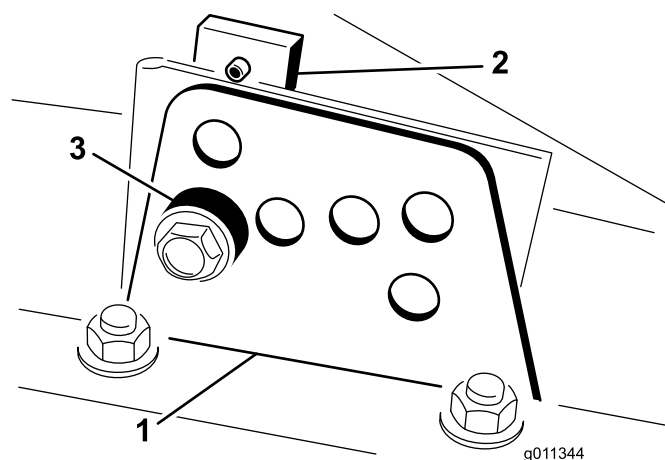

Figure 3
4. Tout en supportant la chambre, déposez l'entretoise (Figure 3).